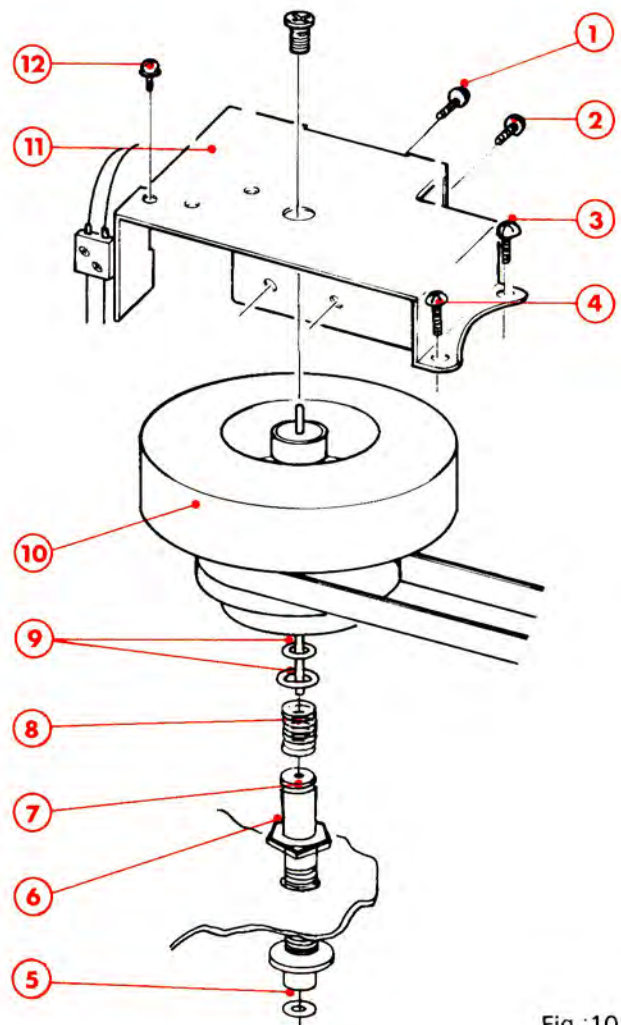

Fig. 10
P. DÉMONTAGE DU VOLANT ET DU PALIER DE CABESTAN (Fig. 10)